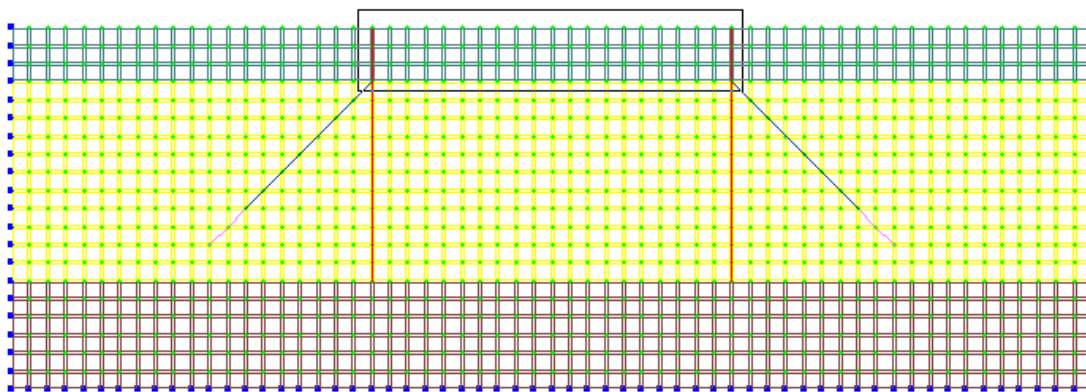

Рис.10.23. Выделение элементов 1-го слоя основания внутри ограждения
- С помощью курсора выделите элементы 1-го слоя основания внутри элементов ограждения (рис.10.23).